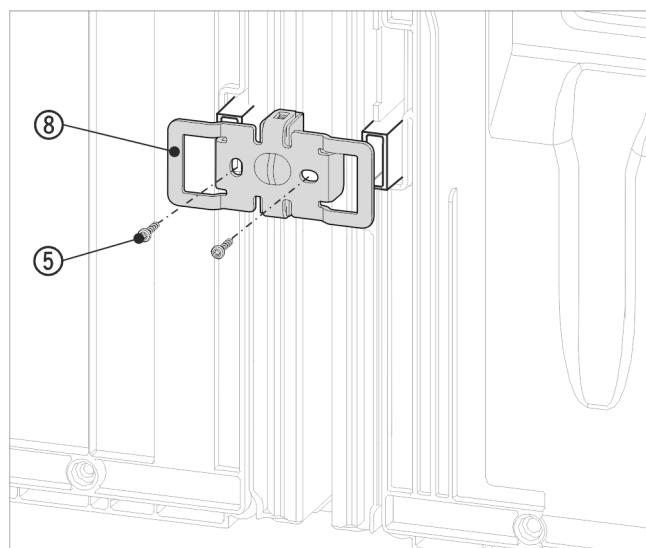

Fig. 19 Shembull ilustrues
- ▶ Shtyni sérish profilin Fig. 19 (8) me pjesët e prera mbi folenë për ruajtësin e distancës nga muri.
- ▶ Mbërthejeni atë fort me 2 vidat Fig. 19 (5).